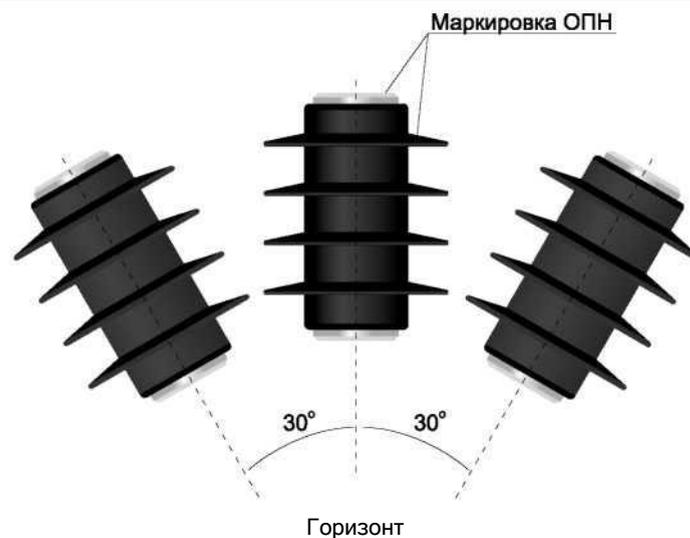

Рис. 5. Рабочее положение ОПН-РВ в пространстве
- рабочее положение ОПН-РВ в пространстве - под углом к вертикальной оси не более 30° , рис. 5;